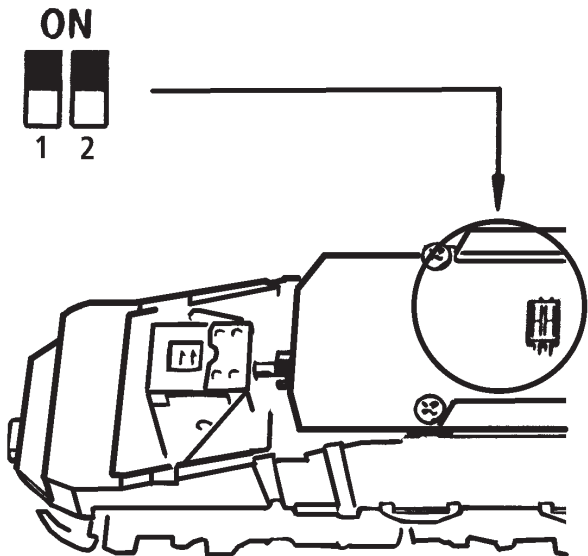

Fig. 7
3. Haftreifenwechsel: Zuerst den Getriebedeckel abnehmen (Fig. 7). Danach den **Radsatz** herausnehmen und die **Haftreifen** mit einer Nadel od. mit einem feinen Schraubendreher abziehen (Fig. 9). Beim Aufziehen der neuen Haftreifen darauf achten, dass diese sich nicht verdrehen.
3. Change of traction tyre: Remove the gear cover (fig. 7). Take out **wheel set** and remove **traction tyre** using a pin or a fine screwdriver (fig. 9). When pressing on the new traction tyre please **avoid twisting it**.
3. Échange des bandages d'adhérence: Démontez d'abord le **couvercle du carter des engrenages** des en-grenages (fig. 7). Délogez ensuite les essieux bandagés et enlevez, à l'aide d'une aiguille ou d'un tourne-vis fin, les bandages d'adhérence (fig. 9). Lors du montage des nouveaux bandages veuillez veiller à ce que les bandages **ne soient pas tor-dus**.
voir } Fig.7